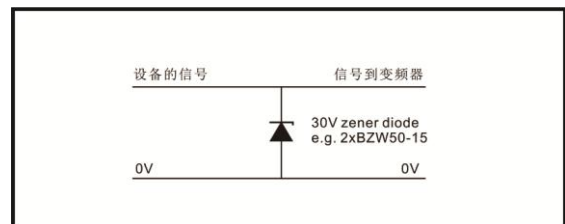
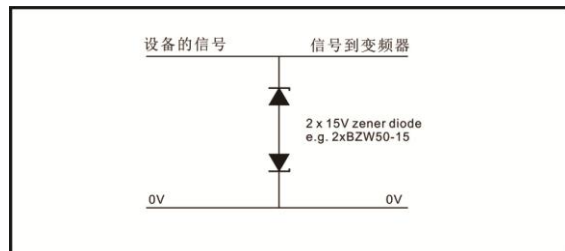

图 3-45 数字及单极输入输出过压抑制
图 3-46 模拟及双极输入输出过压抑制
3. 额外的过压抑制-对于模拟和数字输入输出，可将稳压二极管网络或商业使用的过压抑制器输入电路并联，见图3-45和图3-46。